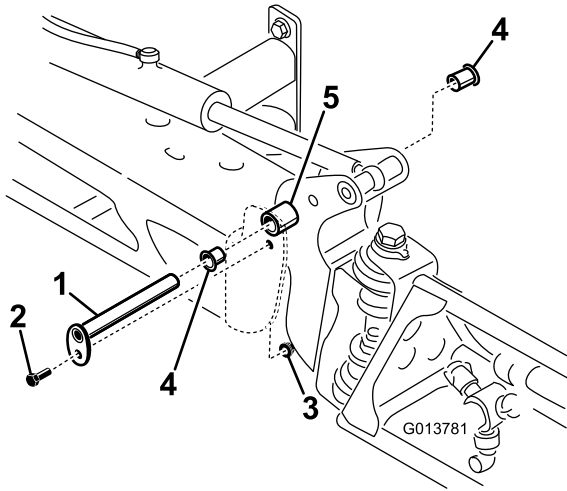

図 95
3. ブームを支えておきながら、ピボットピンをブームアセンブリに固定しているボルトとナットを取り外す 図 95。
4. ピボットピンを取り外す 図 95。
6. ナイロンブッシュを取り外し、ピボットブラケットの前面および後面側から見て点検する 図 95。
8. センターフレームにブーム&ピボットブラケットアセンブリを取り付け、開口部を整列させる 図 95。